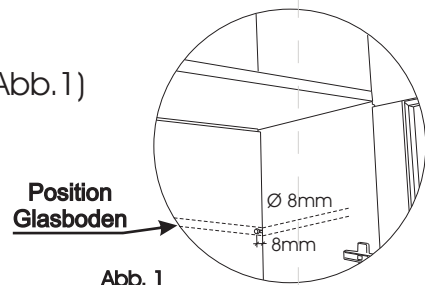

Abb. 1
1. Bohren Sie an der rechten Seite mit einem 8mm Bohrer ein Loch, an der die Beleuchtung später an der Rückwand anliegen wird. (Abb.1)